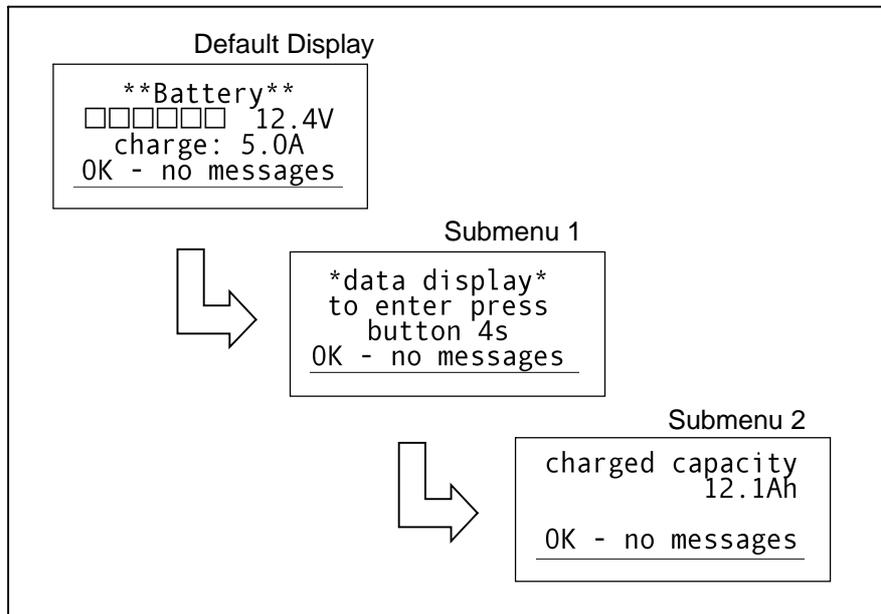

Fig. 18
7. Ampere-Hour Meter (Fig. 18)